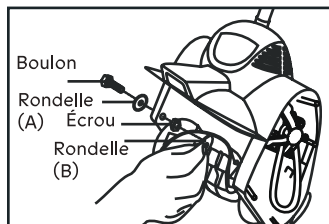

Fig. 13
Pour installer les nouvelles palettes, remplacez la rondelle (A) sur le boulon (retiré à l'étape 1) et insérez le boulon de manière à ce qu'il dépasse légèrement dans le boîtier de l'appareil. Vissez l'écrou puis l'autre rondelle (B) sur le boulon. Placez les nouvelles palettes sur l'extrémité du boulon, puis serrez le boulon (fig. 13).